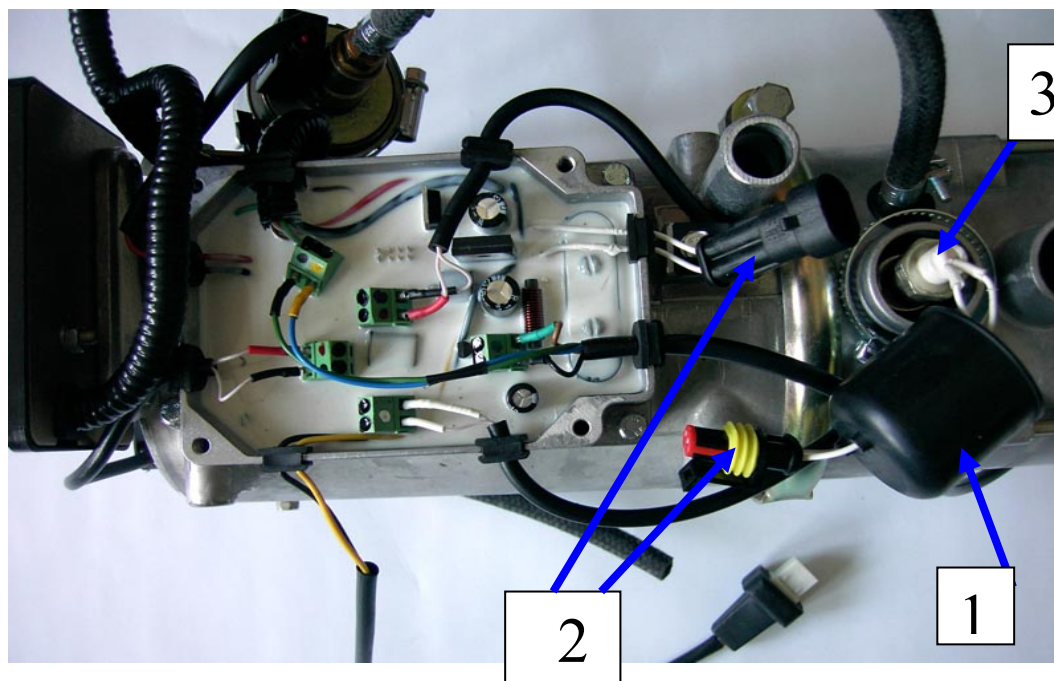

Рис.1 - Нагреватель
- разъединить разъем поз.2, снять резиновую заглушку поз 1 (см. рис.1).